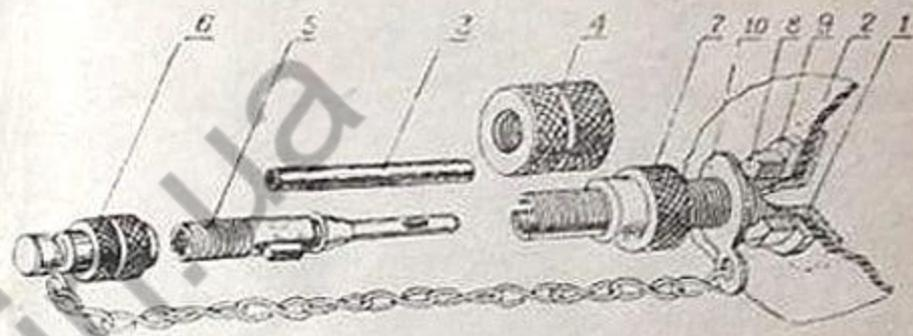

Рис. 10. Вентиль.
Надо снять колпачок 6 (рис. 10) и подставить большой стакан с водой, как показано на рис. 9.
1. Разрыв резиновой трубки 3, надетой на золотник (рис. 10). В этом случае трубочку следует заменить запасной.